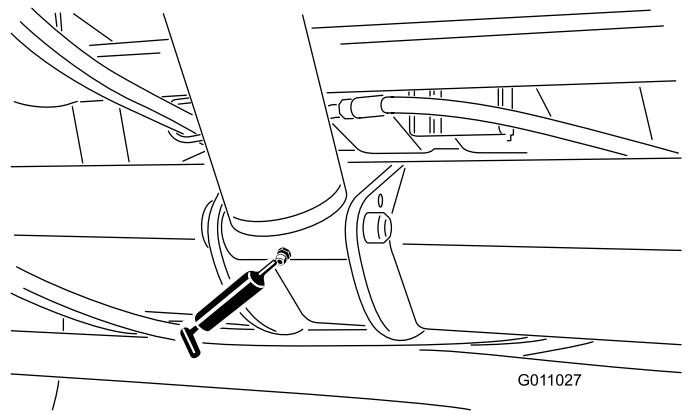

Figura 31
- Cilindro di sollevamento (2) (Figura 31).